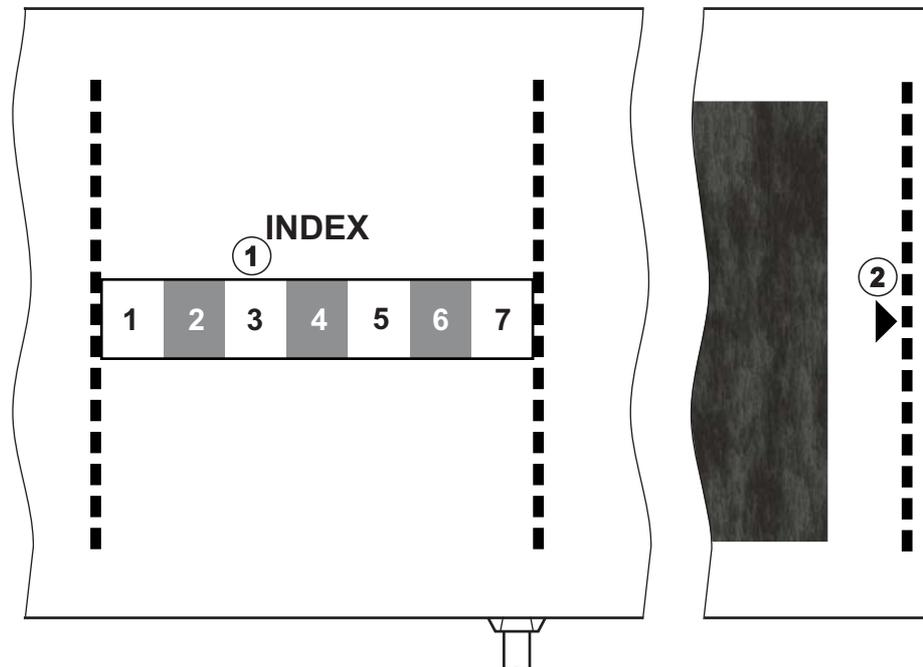

Abb. 11-4 Markierungen für die richtige Druckmanschettengröße
Die Druckmanschettengröße passt zum Oberarmumfang des Patienten, wenn die mit einem Pfeil markierte, gestrichelte Linie (am Rand der Manschette, siehe Abb. 11-4, ②) in dem mit „INDEX“ markierten Bereich (①) liegt, wenn die Manschette angelegt ist.